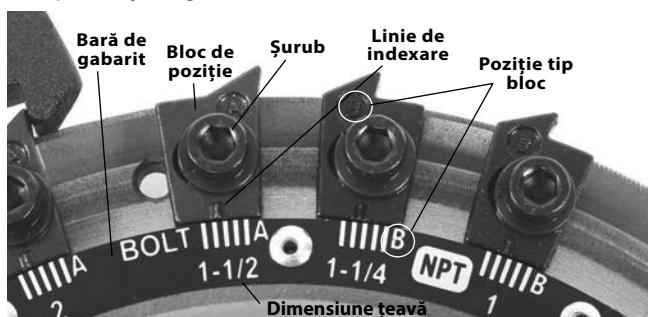

Figura 15 – Reglarea dimensiunii filetelui
- Asigurați-vă întotdeauna că tipul blocului de poziție se potrivește (Figura 15).